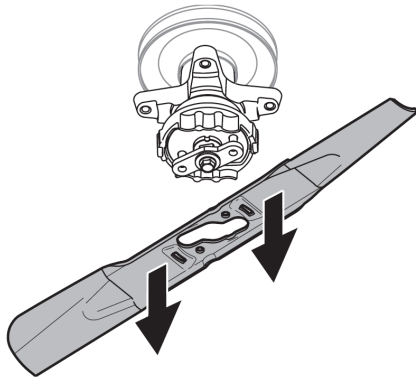

Figure 46
5. ブレード中央の穴がトラクターブレードリテーナーと揃うようになったら、ブレードを慎重に下げます。図46を参照してください。